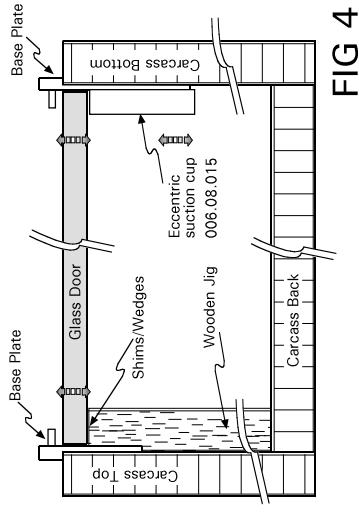
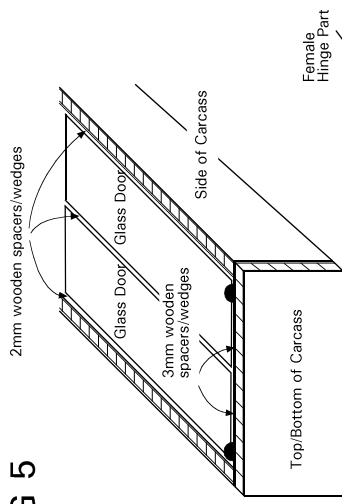
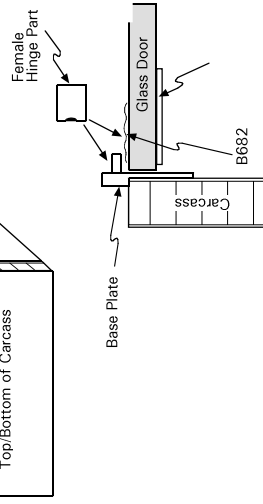

FIG 4
FIG 5
FIG 6
- With the aid of suitable wooden jigs, wedges and necessary shims, set up your door/doors to commence bonding (see Fig 5). If the carcass has smooth lacquered surfaces, you may avail yourself of the Häfele Eccentric suction cups (Cat. No.006.08.015) and corner clamps (Cat.No.006.08.013). It is vitally important to set up the door/doors in such a way that proper bonds are obtained and absolutely no movement occurs whatsoever in the initial pre-cure bonding period (see Fig 4 & 5).
- All bonding is to be carried out in strict accordance with the Häfele manual on UV bonding. Apply the required amount of UV glue (Cat.No.003.04.110) or (Cat.No.003.04.111) to the glass and introduce the female part of the hinge over the male spindle and onto the glass (see Fig 6).
- Mit Hilfe von Bohrlehren können die Türen stabilisiert, ausgeglichen und dann verklebt werden (s. Abb. 5). Wenn der Korpus eine glatte Lackoberfläche hat, können die Häfele Exzentrerschläge (Art.Nr.006.08.015) und der Häfele Spannwinkel (Art.Nr.006.08.013) verwendet werden. Es ist sehr wichtig, daß während der Vorhärtungsphase keine Verschiebungen stattfinden (s. Abb.4 & 5). Bitte beachten Sie die Häfele Verarbeitungshinweise für die UV-Verklebung. Bringen Sie (Art.Nr.003.04.110) oder (Art.Nr.003.04.111) UV Klebstoff auf das Glas auf und fixieren Sie das Gegenstück über den Zapfen (s. Abb.6).